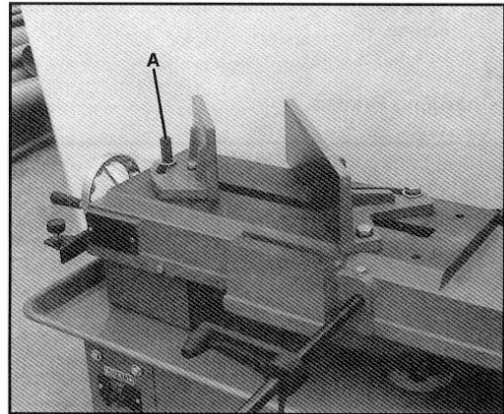

Fig. 8
2. Positioneer de bankschroef en herinstalleer hem zoals op Fig.8. Kijk zeer goed waar de gaten voor de bouten zitten.
4. Stel de beweegbare bankschroef parallel op t.o.v. de vaste doorbout A (Fig.8) los te draaien, hem parallel te zetten en de bout weer vast te draaien.